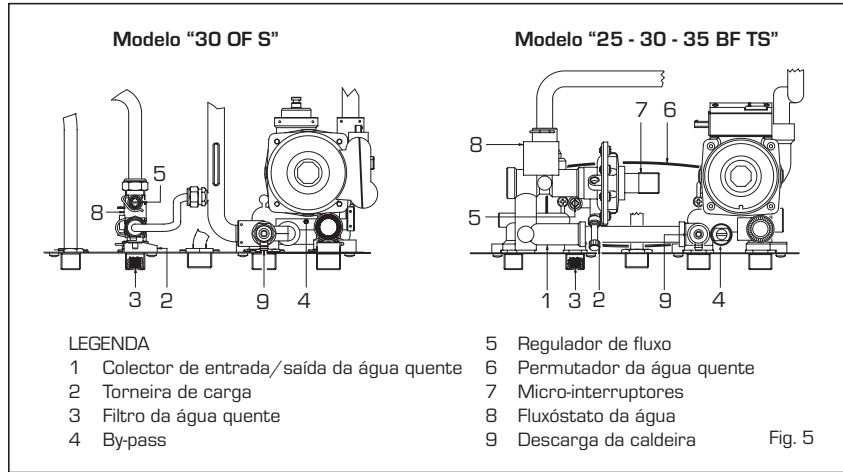

Fig. 5
2.5 ENCHIMENTO DO APARELHO (fig.5)
2.5.1 Esvaziamento do equipamento (fig. 5)